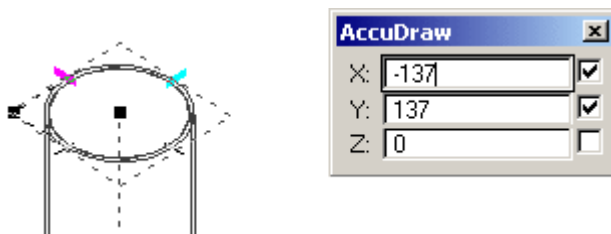

Рисунок 74
- Отложить в двух направлениях по **137** мм (Рисунок 74)